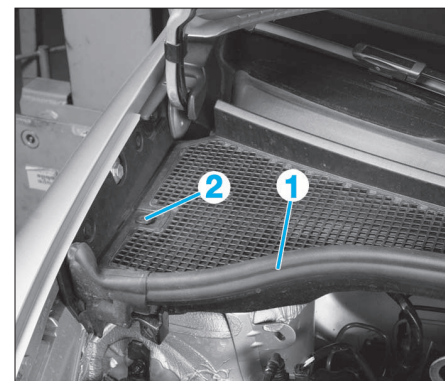

FIG. 22
- Déposer le joint (1) (Fig.22).